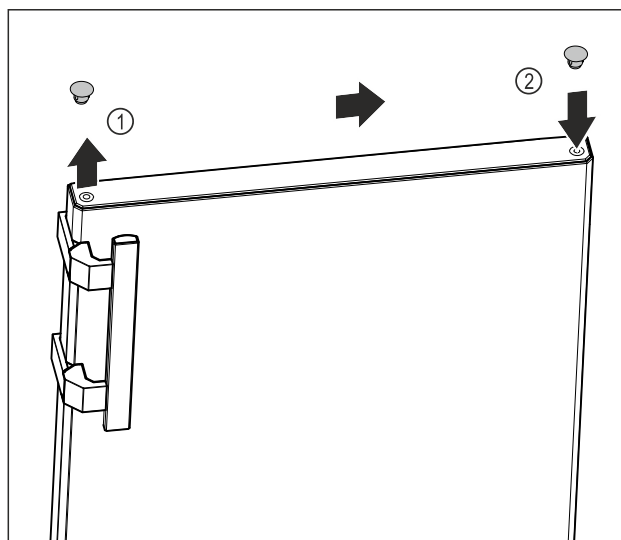

Fig. 10
- ▶ Осторожно поднимите заглушку в верхней части двери Fig. 10 (1) при помощи шлицевой отвертки.
- ▶ Установите заглушку на противоположной стороне. Fig. 10 (2)